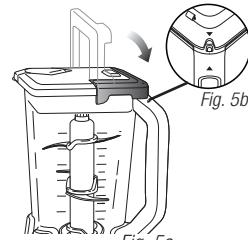

Fig. 5b
- 9 En tenant le couvercle à l'endroit par sa poignée, placez-le sur le haut du pichet, en alignant le triangle (▼) sur le couvercle avec le triangle (▲) sur la poignée du pichet. (**Fig. 5a**) Exercez de la pression sur la poignée, jusqu'à ce que vous entendiez un clic. Les triangles sur le couvercle et la poignée du mélangeur **DOIVENT** s'aligner afin que l'appareil puisse être mis en marche. (**Fig. 5b**)